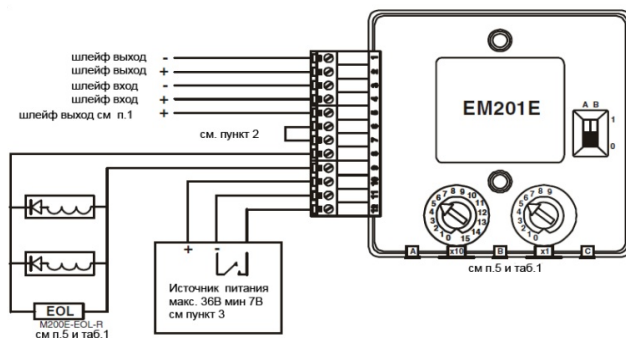
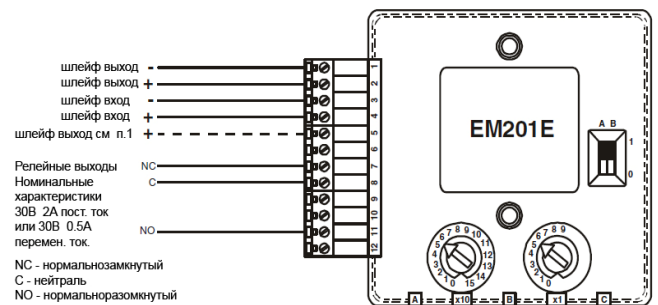

Рис.3 Подключение модуля M201E (Контролируемый режим работы)
Рис.4 Подключение модуля M201E (Неконтролирующий режим работы)
Все модули серии M200 обеспечивают мониторинг и изоляцию короткого замыкания в адресно-аналоговом шлейфе. При необходимости модуль может быть подключен без использования изолятора короткого замыкания, что облегчит работу модуля при высоком потреблении тока в шлейфе, например при использовании звуковых сирен. Для подключения модуля без изолятора КЗ подключите плюсовой провод к 5 контакту вместо 2 (См. схему подключения рис. 3, 4).
Модуль M201E может подключаться с контролем подключения нагрузки или без такого контроля (См рис.3 и рис.4 соответственно).
2. Чтобы включить контроль выходной цепи установите переключку между клеммами 6 и 7, а нагрузка должна быть однополярной (Рис.3).